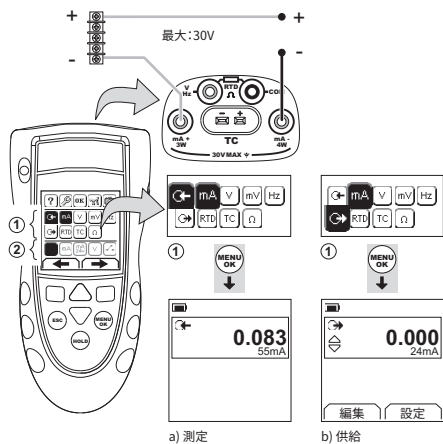
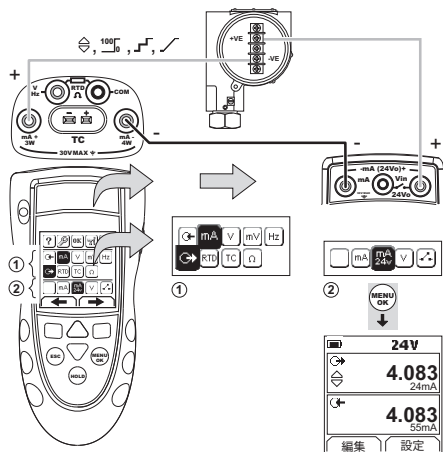
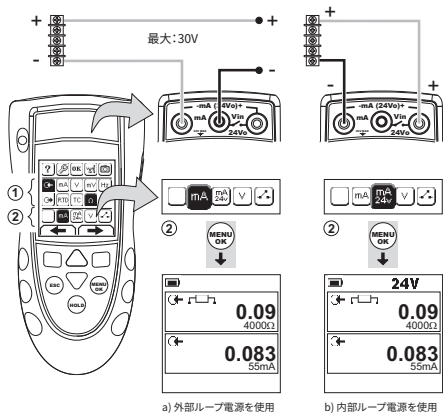

図 1: 構成例 - 外部ループ電源を使用して mA を測定 / 供給 (エリア ①)
図 2: 構成例 - 内部ループ電源を使用して mA を供給 (エリア ①)
図 3: 構成例 - mA の測定 (二重機能、エリア ②)
- 本計器を接続し（図 1、図 2 または 図 3）、必要に応じてセットアップ（表 1）を調整します。
**注記：**二つの操作を同時に行う場合は、二重機能エリア (②) を使用します。エリア ② の選択が必要でない場合は、このエリアをオフ (■) に設定します。これにより、バッテリーが節約できます。